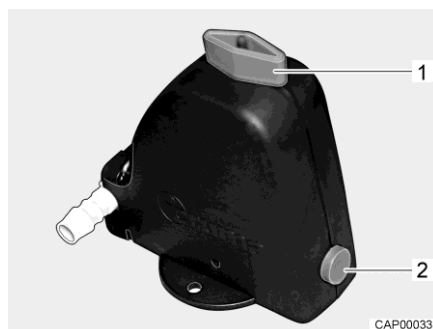

Fig. 263 Válvula de seguridad/purga (Truma)
- Cerrar la válvula de seguridad/purga (Truma). Para ello, girar el botón giratorio (Fig. 263,1) a la posición transversal en referencia a la válvula de seguridad/purga y hundir el botón (Fig. 263,2). A temperaturas inferiores a 6 °C, la válvula de seguridad/purga no se deja cerrar. Por ello, conectar la calefacción del habitáculo y esperar hasta que la temperatura en la válvula de seguridad/purga sea superior a 6 °C.